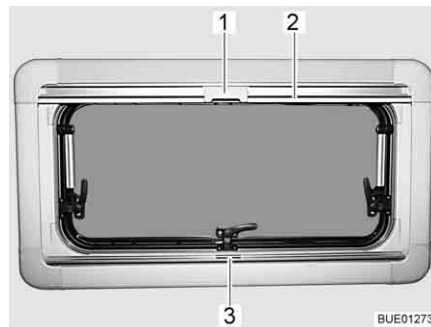

Bild 84 Överkantshängda fönster
- Ta tag i mitten på plisségardinens list (Bild 84,3) och drag den nerifrån och uppåt och släpp den vid önskad höjd. Plisségardinen stannar på denna höjd.
- Drag, med listen, (Bild 84,2) ner insektsnätet tills listen stöter mot plisségardinen (Bild 84,3).
- Lås fast insektsnätets spärr (Bild 84,1) på plisségardinens list.
- Tryck spärren (Bild 84,1) upptill på insektsnätet bakåt.
- För långsamt tillbaka insektsnätet med listen (Bild 84,2).